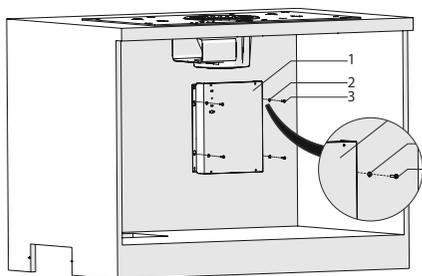

Fig. 20
- 5. ➔ Posizionare la scatola del circuito della cappa in una posizione adatta nell'armadio. Inserisci le rondelle per quattro viti 3.9x22 e montare all'interno dell'armadio (Fig. 20).